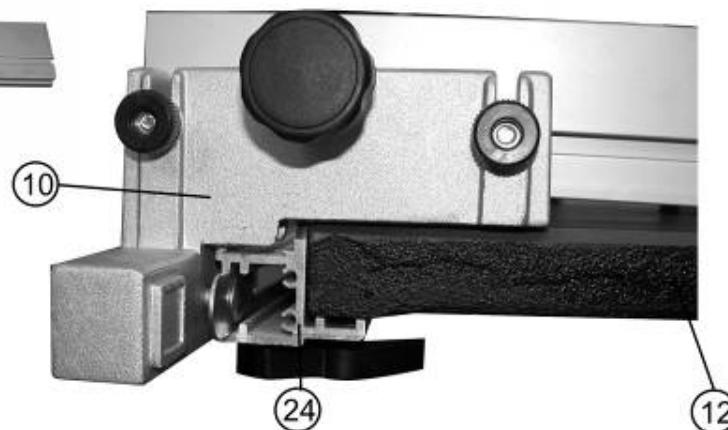

Рис. 7
10.2.3. Как показано на Рис. 7, установите подвижный упор (10) так, чтобы подвижный упор (10) свободно перемещался по направляющей планке (24) и рабочему столу (12).